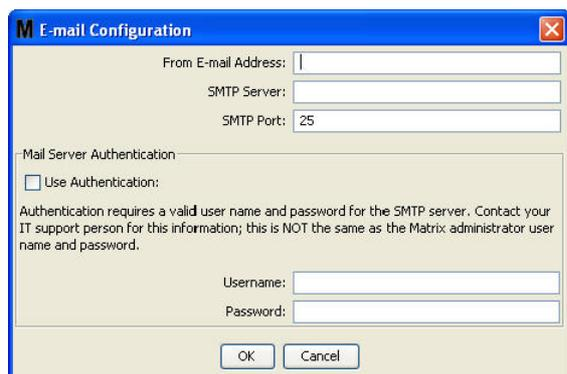

FIG. 137
2. È visualizzata la schermata di E-mail Configuration (Configurazione e-mail) mostrata nella FIG. 137.